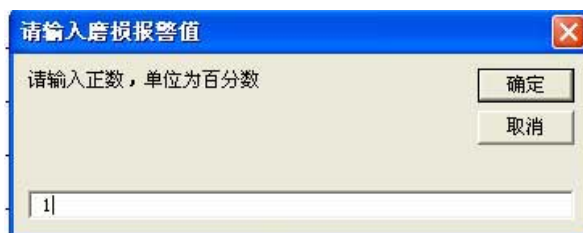

图 14 选择数据文件窗口
- ⌘ 当进入程序时，将弹出一个设置**磨损报警门限**的窗口（如图 14），在空格中输入一个正数，该值可根据各个行业标准所规格的限值，也可以根据根据需要自行设定一个界限值，程序将依据该值对金属截面积缩小（如磨损）的结果进行标示。当结果超过该值时，界面右边磨损百分比将变成红色。呈显红色的波形段的数据结果将记录在磨损报告中。